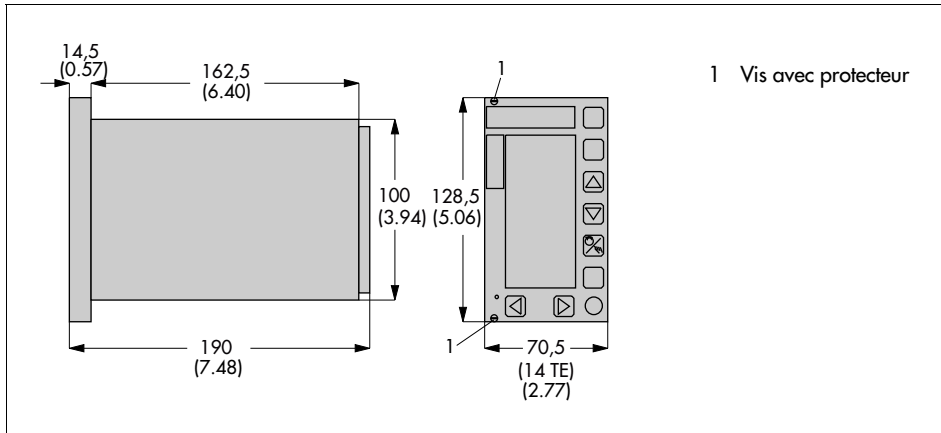

Fig. 4 · Cotes pour appareil embrochable 19"
2. Immobiliser le régulateur par les deux vis en face avant (voir fig. 4).